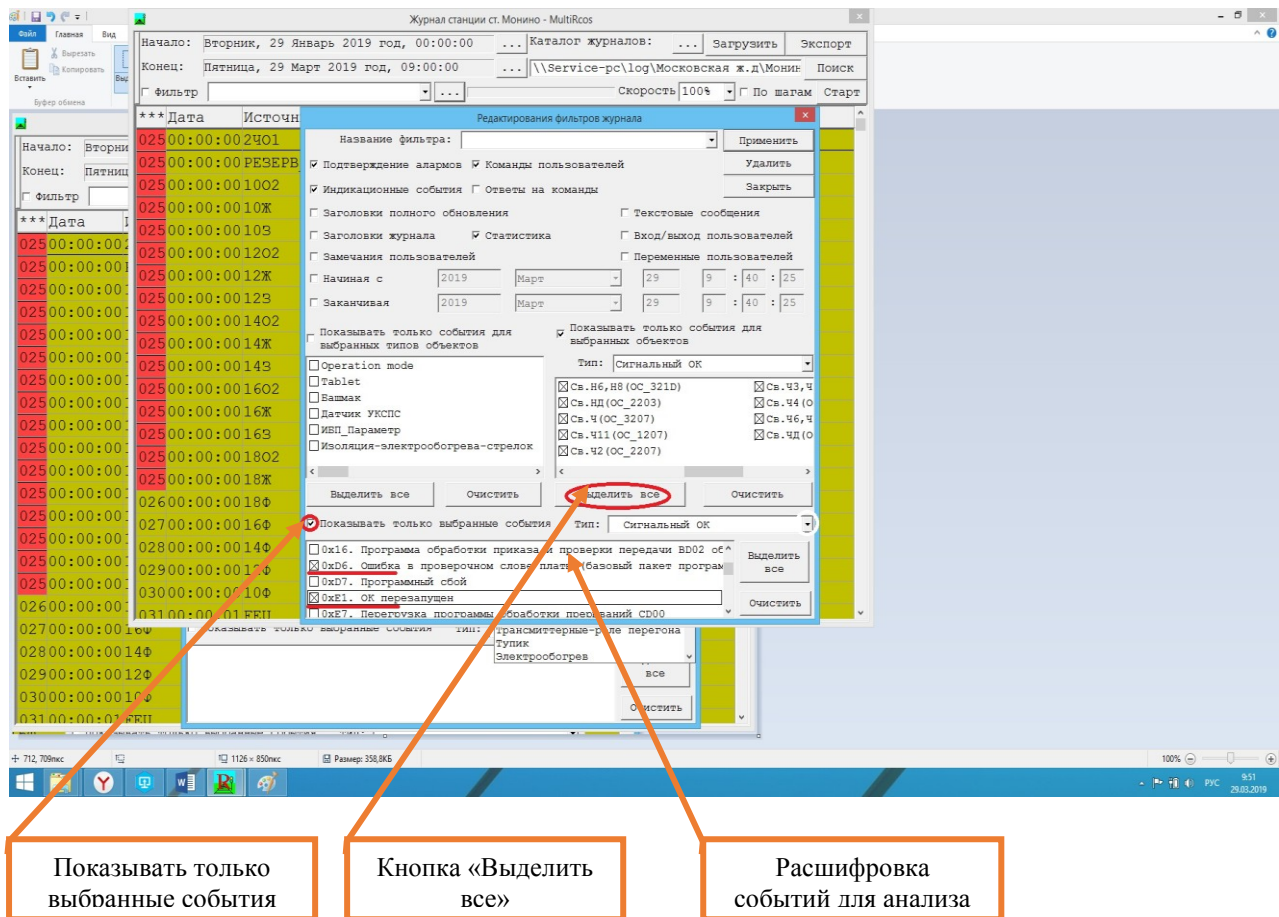

Рисунок 4. Выбор событий для типов объектов.
7.1.4 После выбора необходимого типа объекта или нескольких типов для каждого из них в окне фильтров, можно указать все возможные или конкретные события и алармы, соответствующие каждому типу объектов конкретный набор событий, которые следует вывести на экран для анализа. (Рисунок 4).